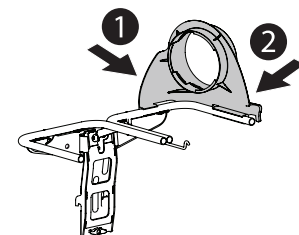

Figure 9
- Mettre en place le support supérieur de la goulotte (731-17091) en clipsant d'abord la partie latérale sur le rail de montage de la goulotte (1), comme indiqué dans Figure 9.
- Encliquez la face avant du support supérieur de la goulotte sur le rail (2), comme indiqué dans Figure 9.